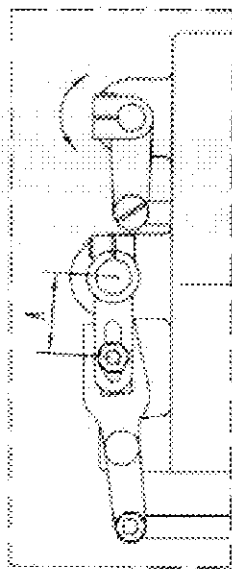

Рис. 9
5. Регулировка величины подъема качающейся и неподвижной прижимной лапки (см. Рис. 9).
прижимной лапки (см. Рис. 9). Метод регулировки: если длина верхнего слоя материала больше длины нижнего слоя, чтобы подача верхнего и нижнего слоев была одинаковой, расстояние А следует увеличить. Если длина верхнего слоя материала меньше длины нижнего слоя, расстояние А следует уменьшить. Если в соответствии с особыми требованиями подача верхнего слоя должна быть больше (или меньше) подачи нижнего слоя, следует выполнить регулировку в пределах допустимого диапазона в соответствии с изложенными выше принципами.